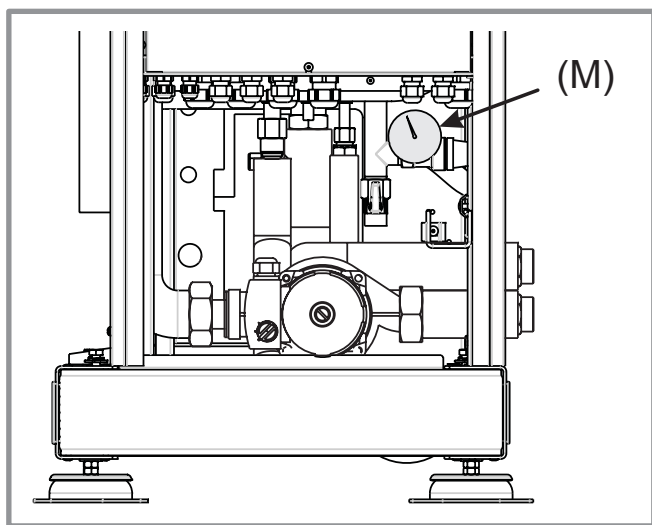

figure 5 - Manomètre
- S'assurer que l'installation est bien remplie d'eau et correctement purgée et que la pression au manomètre (M, figure 5) est suffisante (1,5 à 2 bar).